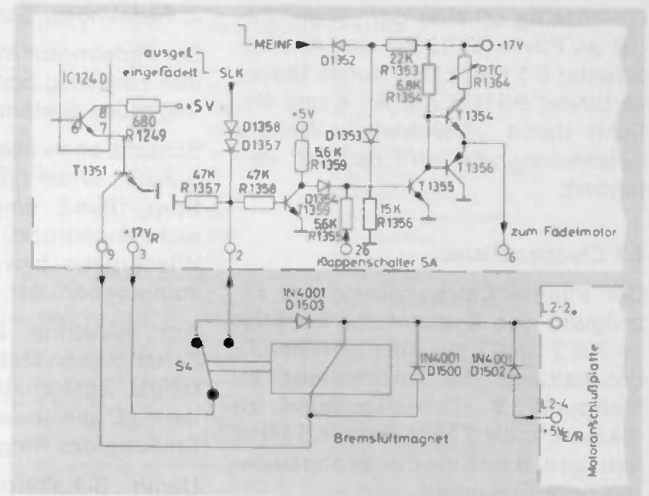

Bild 9
3.4.1. Ansteuerung (siehe Schaltbildauszug Bild 9)